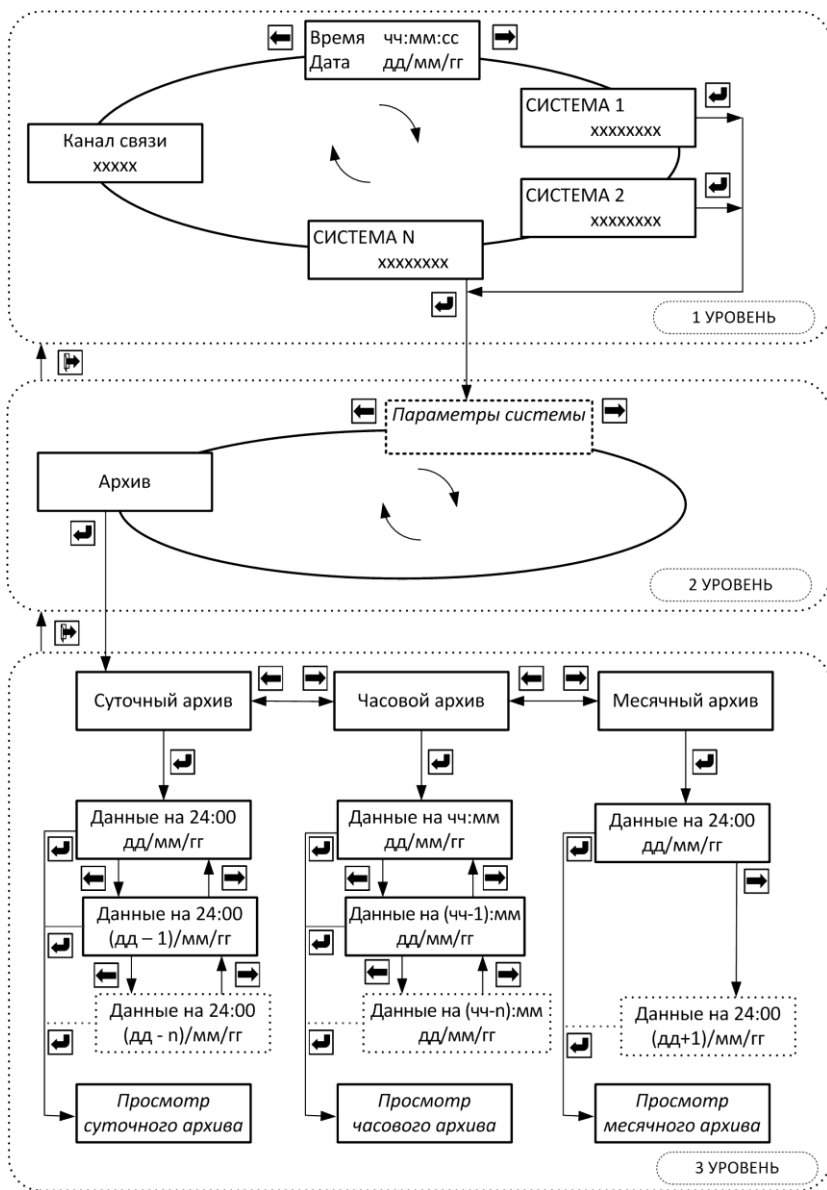

Рис. 9.2 Режим «Рабочий»
9.3.5 Порядок перехода между окнами режима «Рабочий» изображён на рис. 9.2.
9.3.6 Порядок перехода между окнами при просмотре суточного архива изображён на рис. 9.2а. Просмотр месячного архива аналогичен, за исключением того, что в месячном архиве температуры не вычисляются и для просмотра не выводятся.
Рис. 9.2а Просмотр архива по суткам, месяцам
Рис. 9.2б Просмотр архива по часам